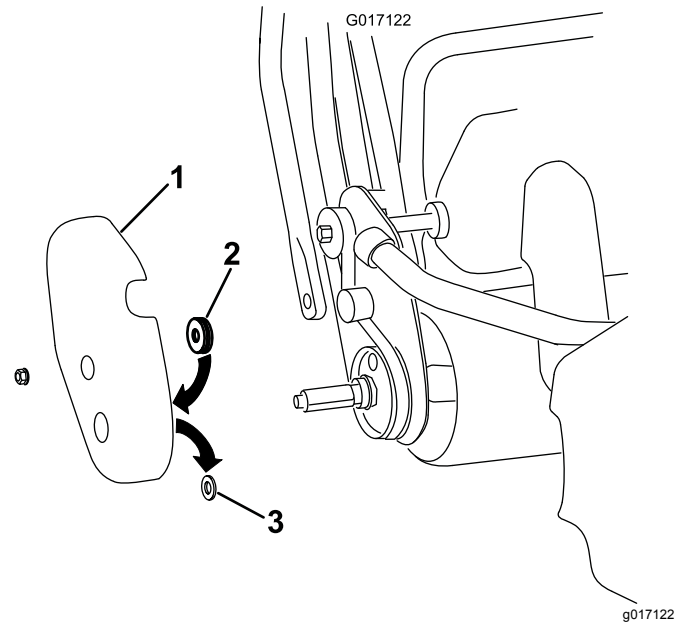

Bild 9
- A. Entfernen Sie die rechte Trommelabdeckung von der Maschine (Bild 9).
- B. Entfernen Sie die Gummidichtung vom Achsenloch in der Trommelabdeckung und werfen sie weg (Bild 9).
- C. Bringen Sie die Filzdichtung innen an der Abdeckung an; positionieren Sie sie um das Achsenloch (Bild 9).